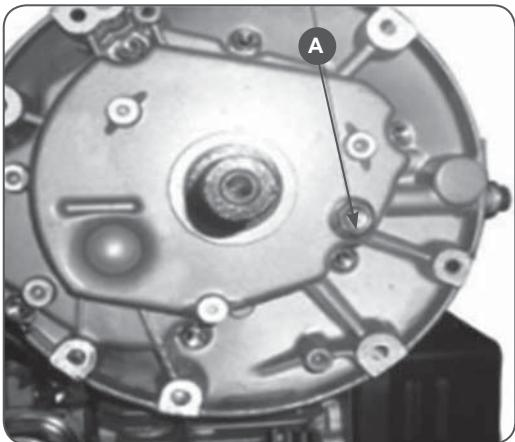

Рис.11
2. На многих двигателях пробка для слива масла (A) находится на картере снизу двигателя, под ножом (Рис.11)